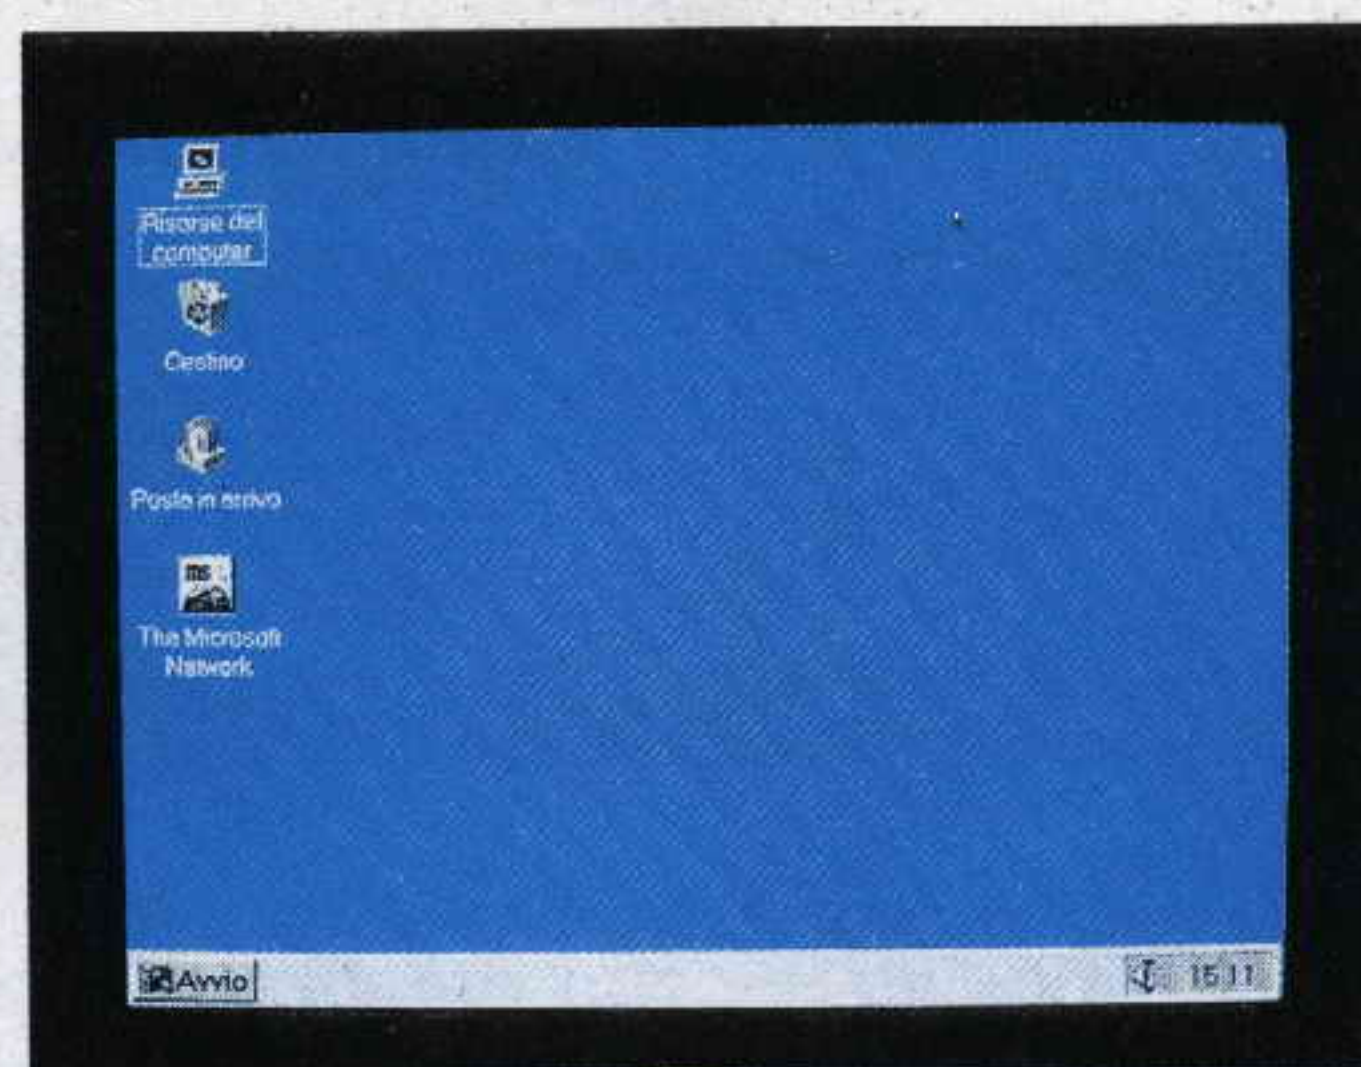

Fig.5 Portate cioè il cursore sulla riga con la scritta **NORMALE** poi pigiate Enter in modo da ritornare in Windows 95.
- Selezionate la modalità operativa corrispondente al numero **1 (Normale)** e premete Enter. Apparirà la schermata principale di **WINDOWS 95** (vedi fig.5).
- Eseguita questa operazione dovrete **necessariamente** uscire da **WINDOWS 95**, quindi portate il cursore sulla finestra posta in basso a sinistra dove è scritto **AVVIO** (vedi fig.5) e **clickate**.